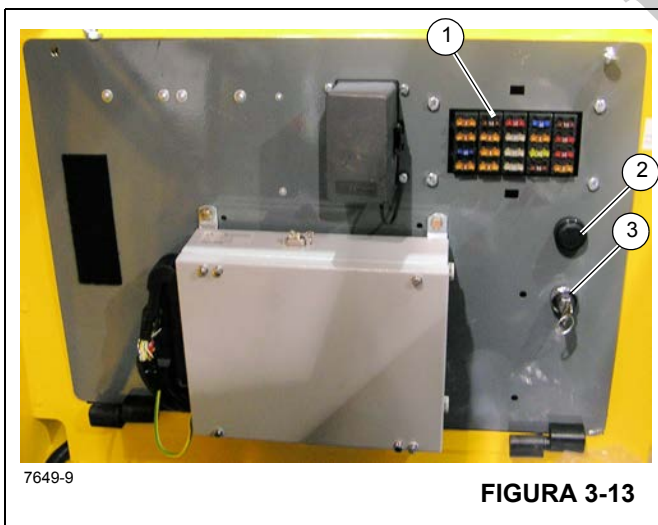

FIGURA 3-13
O painel de fusíveis (1) (Figura 3-13) localiza-se atrás do assento da cabine no conjunto do painel de fusíveis e relés da cabine. Ele contém até 20 fusíveis que protegem os vários componentes elétricos do guindaste.
A chave de cancelamento de emergência do RCL (3, Figura 3-13) é um contato operado por chave que está localizada dentro da cabine do operador no conjunto do painel atrás do assento. Quando acionada (girada no sentido horário), a chave cancelará e evitará que o RCL trave as três funções do guindaste (abaixamento da lança, extensão do telescópio e elevação do guincho) caso ocorra uma sobrecarga ou condição de colisão do moitão.